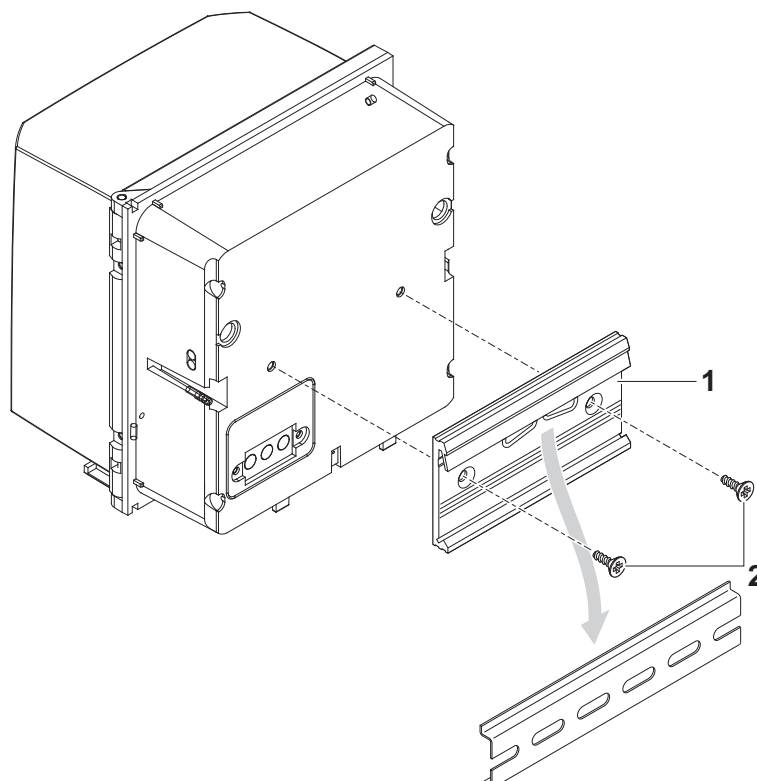

fig. 3-9 Montage du DIQ/S 28X sur rail profilé
- 1 Visser la fixation à agrafes (pos. 1 fig. 3-9) avec les deux vis autotarau-deuses en matière plastique (pos. 2) au dos du transmetteur universel.